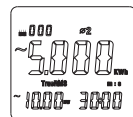

图13-1
- 4) 按SELECT键选择相位 $\phi 1$ ， $\phi 2$ ， $\phi 3$ 之一，如图13-1，显示器上显示相应相位的被测负载的当前功率，当前统计时间以及当前累计电能。